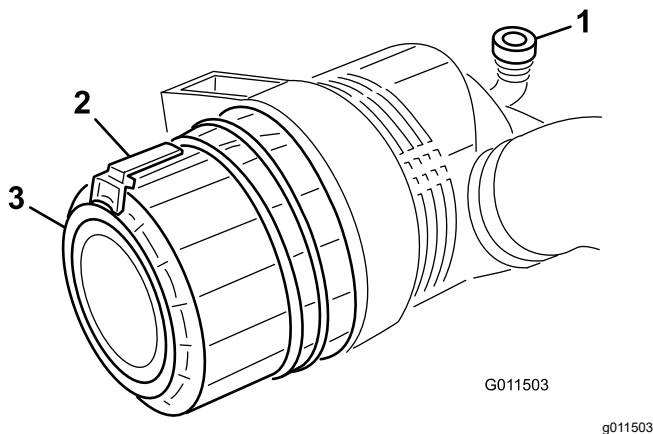

Bild 49
1. Ziehen Sie den Riegel nach außen und drehen Sie die Luftfilterabdeckung nach links (**Bild 49**).